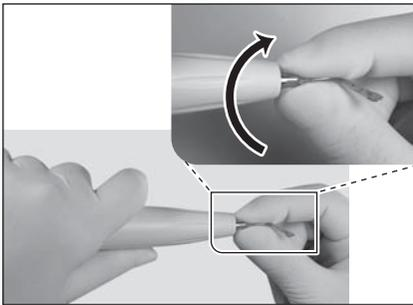

Fig.19
- 1) Primeiro, aperte um pouco a ponta com a mão (Fig. 19).